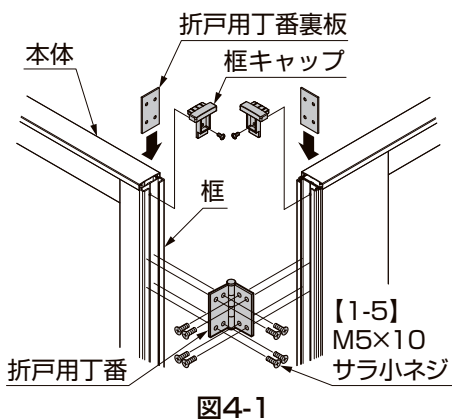
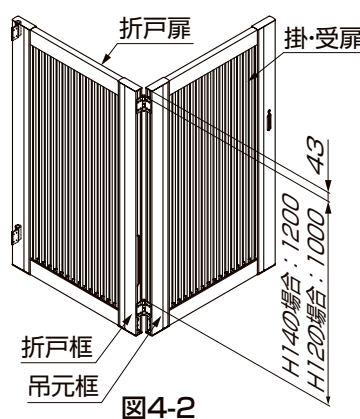

図4-1
図4-2
- ①扉の枠に折戸用丁番裏板をはめ込み、[1-5]で折戸用丁番を図4-2の位置にしっかりと固定してください。(図4-1参照)